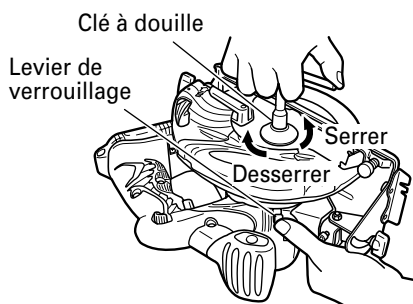

Fig. 16
- (1) Régler le volume de coupe au maximum, et placer la scie circulaire comme indiqué à la Fig. 16.